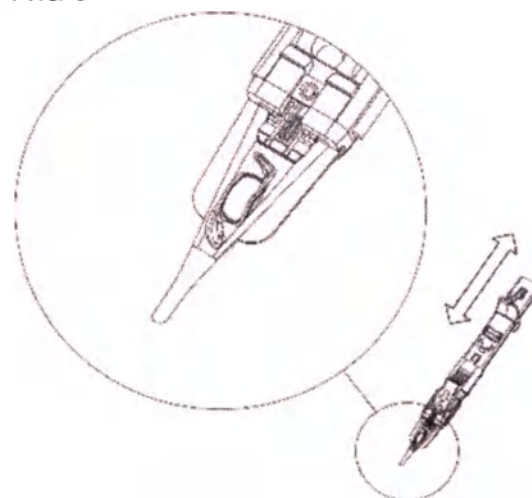

Рис. 7
10. Как только ИОЛ достигнет «крылышек картриджа», как показано на Рис. 7, прекратите давить и потяните поршень назад до конца. Нажмите на поршень снова, чтобы вытеснить воздух из форсунки. Введите форсунку в глаз и продолжайте медленно давить на поршень. Если Вы испытываете слишком большое сопротивление на каком-либо этапе введения, или Вы видите часть гаптики, застрявшую между красным мягким наконечником и стенкой картриджа, потяните поршень назад на несколько миллиметров, а затем нажмите на него снова.